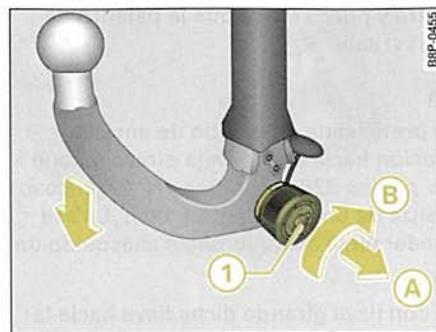

Fig. 203 Dispositivo desmontable para remolque: Desmontar la rótula
- Introduzca la llave en la cerradura (1) ⇒ fig. 203 de la rueda moleteada.